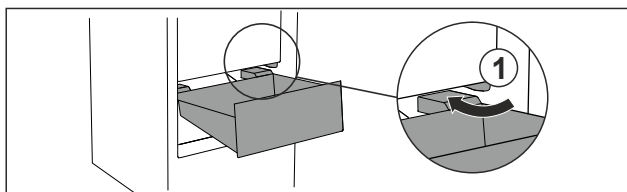

Fig. 87
- ▶ Zásuvku ved'te šikmo podél zarážek Fig. 87 (1).